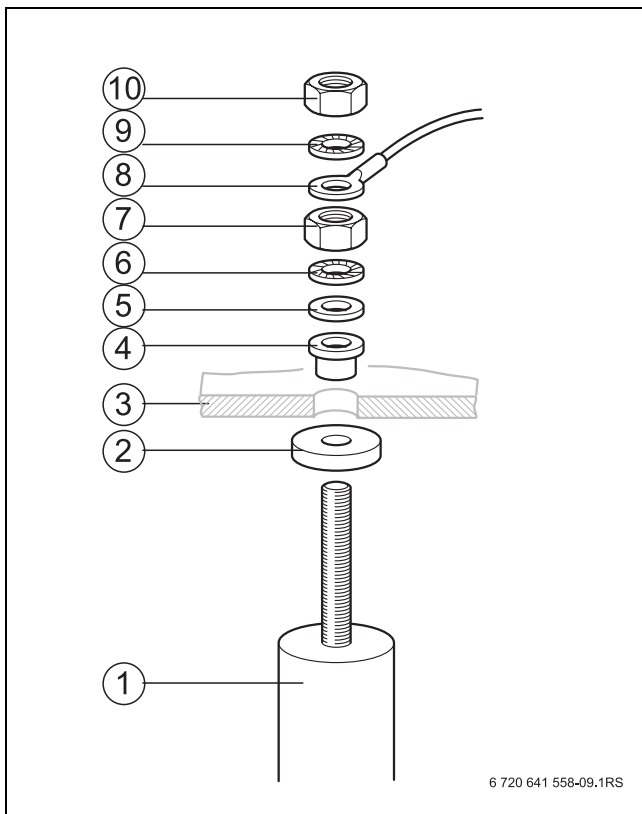

Рис. 16 Замена магниевого анода
- ▶ Закрепите ушко заземляющего провода (→ Рис. 16, стр. 18, [8]) болтом с зубчатой шайбой.